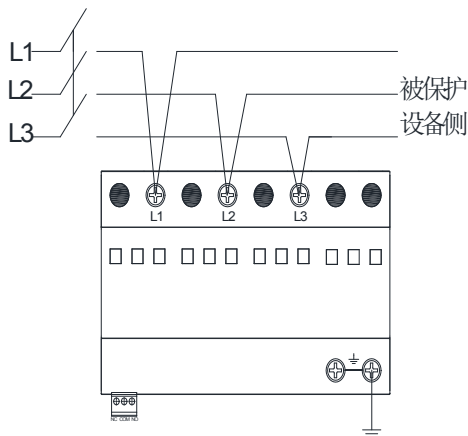
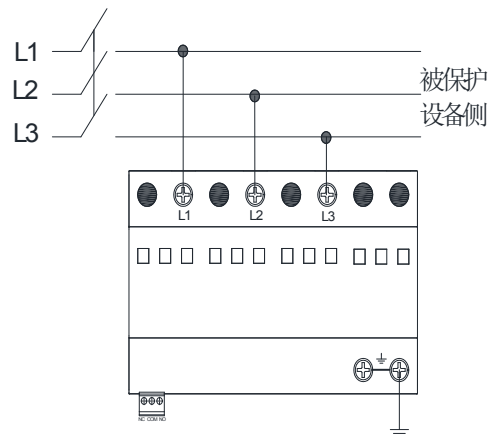

图 6-1 RPM750-100/3N+NPG 接线示意图-V 形接线
图 6-2 RPM750-100/3N+NPG 接线示意图-常规接线
- ◆ 产品采用 35mm 标准导轨安装固定，接线推荐采用图 6-1 所示的 V 形接线时，也可采用如图 6-2 所示的常规的直接并联接线。为实现更好的防护效果，当采用直接并联接线时，接线应尽量短，总长度应控制在 0.5m 以内。